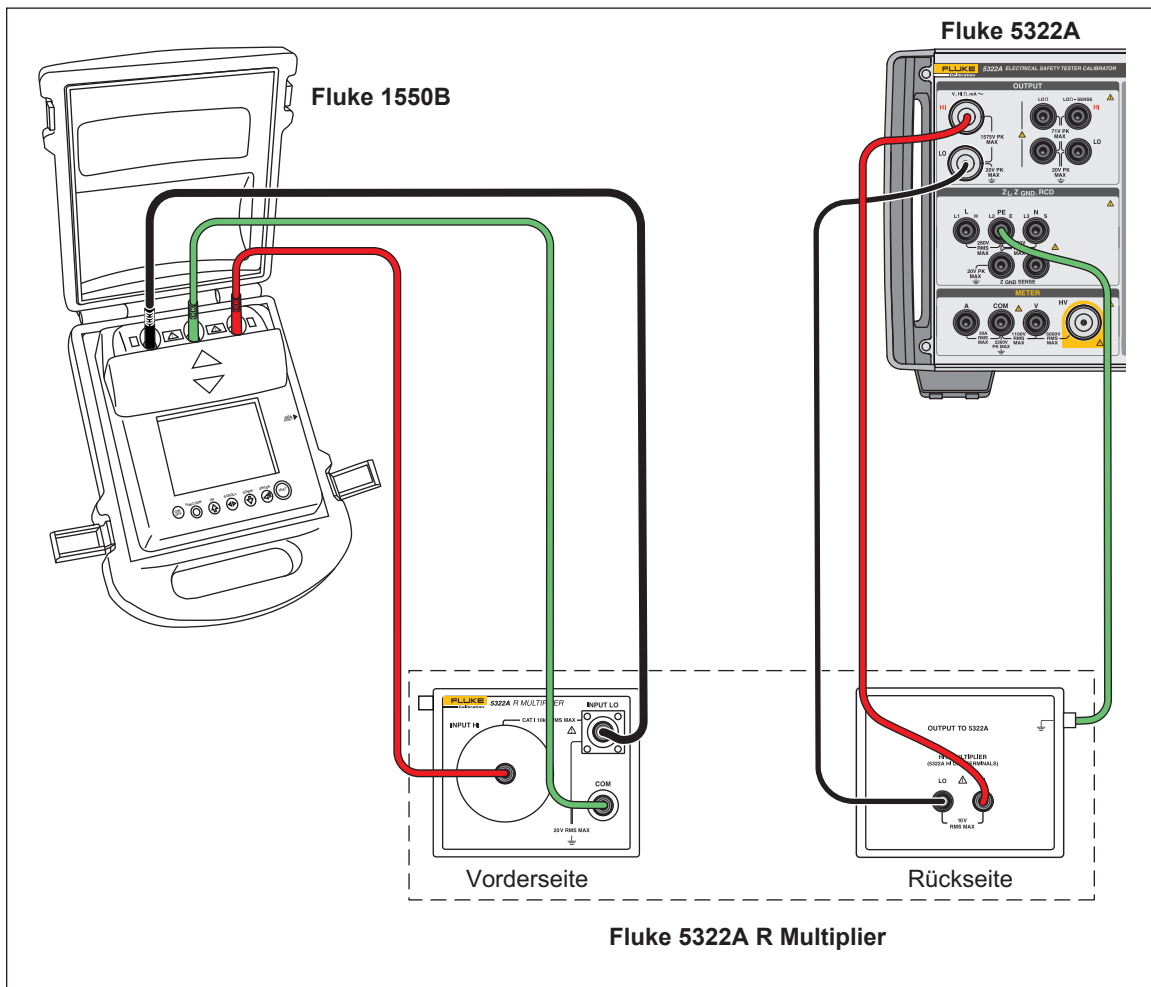

Abbildung 38. Anschließen eines 1550B bei Verwendung des Widerstandsmultiplikators
2. Schließen Sie das DUT wie in Abbildung 37 und Abbildung 38 dargestellt über den Widerstandsmultiplikator an das Produkt an.